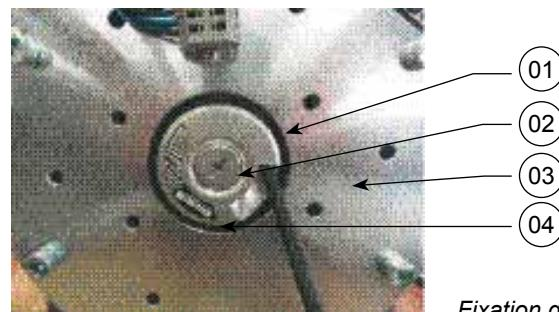
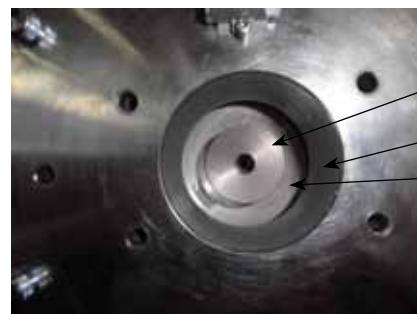

Fig. 7 :
Fig. 9 :
- Identifier le codeur grâce à la référence indiquée sur l'étiquette du codeur (Repère 4 fig. 7).
- Vérifier que le codeur livré est bien identique à celui du moteur (Repère 4 fig. 7).
Important : ne pas démonter le frein (repère 3 fig. 7) car il est centré en usine au 1/10^{ème} près par rapport au rotor à l'aide d'un outillage spécial. Logement du codeur, alésage Ø65 du frein (repère 6 fig. 9) par rapport à l'arbre moteur (Repère 7 fig. 9).
- Dévisser (2 tours clé SW2) la vis de fixation de l'accouplement statorique du boîtier du codeur (repère 1 fig. 7) dans le logement de codeur du frein.
- Dévisser le bouchon (repère 2 fig. 7) du codeur (clé SW4 ou tournevis).
- Introduire la rondelle entraîneur de codeur (Repère 5 fig. 9) sur le bout d'arbre moteur (Repère 7 fig. 9). S'assurer de la bonne mise en place en tapant légèrement avec un jet et un maillet.
- Introduire le codeur dans son logement sur le frein (Repère 6 fig. 9) puis serrer la vis centrale Chc M5 X 50 (clé dynamométrique SW4) au couple de serrage 5 Nm 0/+0.5 Nm. Vis avec frein filet à utiliser 3 fois maximum.
- Serrer la petite vis Chc M2.5 (Repère 1 fig. 7) (clé tournevis dynamométrique SW2) de la vis de serrage de l'accouplement statorique du boîtier de codeur au couple de 1.25 Nm 0/-0.2 Nm.
- Revisser le bouchon (Repère 2 fig. 7) du codeur (clé SW4 ou tournevis).